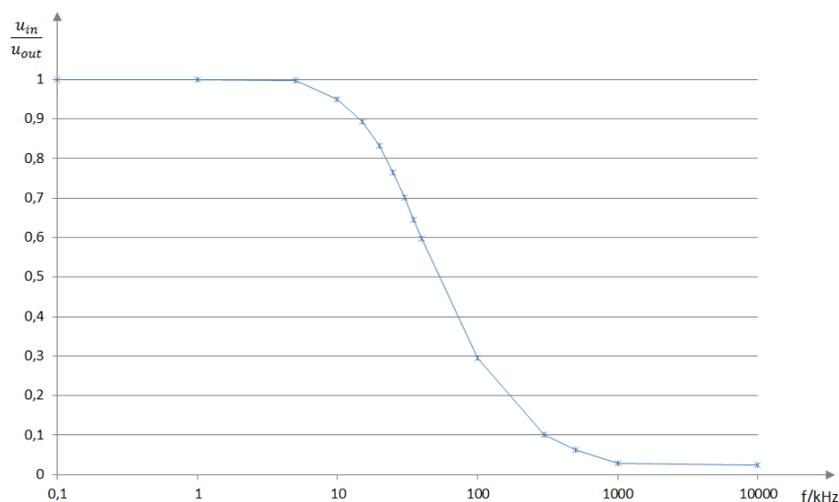
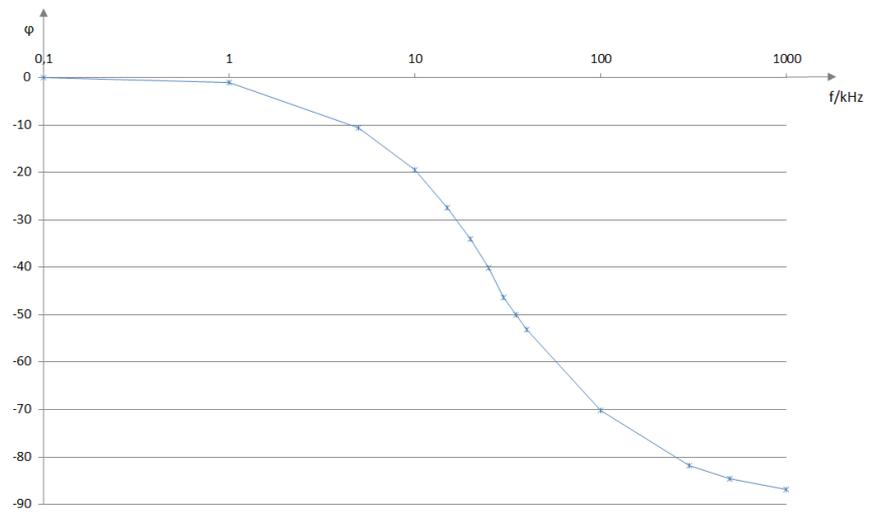

Bild 2-44: Gemessener Amplitudengang eines RC-Tiefpasses 1. Ordnung.
Bild 2-45: Gemessener Phasengang eines RC-Tiefpasses 1. Ordnung.
- Auf Grundlage, mit der unter 2.5.2 beschriebenen Vorgehensweise, kann der Amplituden- sowie der Frequenzgang nicht nur bei der Filtergrenzfrequenz sondern auch über einen weiten Frequenzbereich bestimmt werden. Dazu wird die Ausgangsspannung bzw. die Phase bei verschiedenen Frequenzen gemessen. Es ist darauf zu achten, dass die gemessene Eingangsspannung zu höheren Frequenzen hin konstant bleibt und ggf. am Signalgenerator nachgeregelt werden muss. Der Amplitudengang u_{in}/u_{out} und der Phasengang werden dann über die Frequenz in einem Diagramm dargestellt (siehe Bild 2-44 und Bild 2-45)